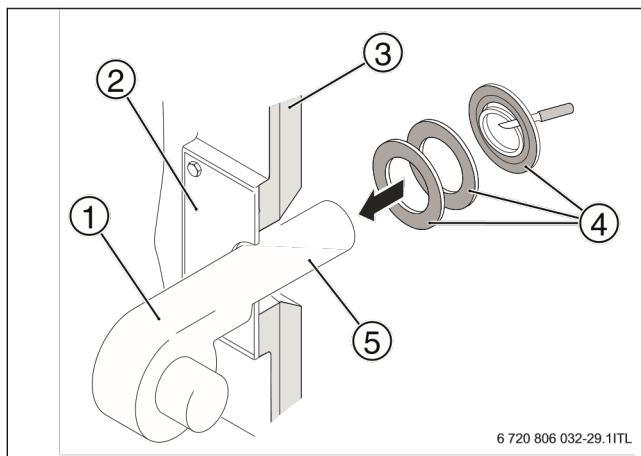

Рисунок 17 Монтаж горелки
- Закрепите болтами горелку (Рисунок 17, [1]) на плите [2].